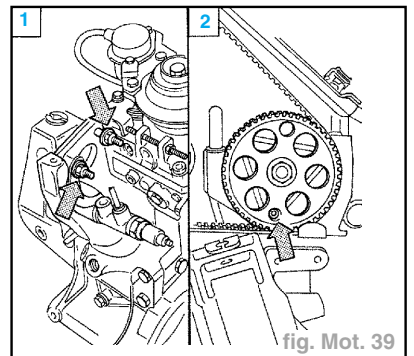
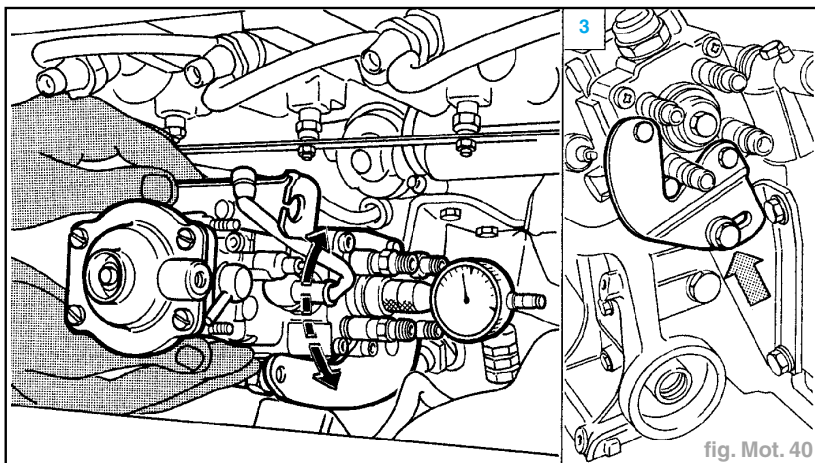

fig. Mot. 39
fig. Mot. 40
- desserrer les deux vis de fixation de la pompe, côté support (1) (fig. Mot. 39),
- desserrer la troisième vis de fixation de la pompe, côté distribution (2),
- desserrer la vis de fixation de la pompe au support AR (3) (fig. Mot. 40),